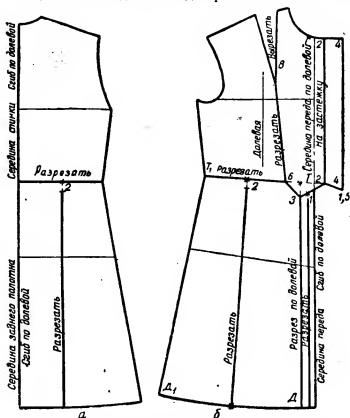

Рис. 199. Нанесение линий фасона платья со вставным передом:
**Спинка.** По линии талии (рис. 199, а) наносят линию разреза. Линию талии делят на две равные части. От точки деления вниз проводят вертикальную линию до линии низа изделия параллельно линии середины заднего полотна юбки и откладывают от линии талии 2 см.
**Полочка.** От точки Г (рис. 199, б) вправо проводят горизонтальную линию и откладывают 2 см. От точки Т вправо по горизонтальной линии откладывают 2 см, точки 2 соединяют по линейке